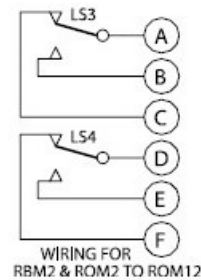

Figura 6: LS3/LS4 en el esquema eléctrico
- .....el contacto para LS4 está cerrado (tensión 24VDC en el Terminal E, véase Figura 6)
- .....el contacto para LS3 está cerrado (tensión 24VDC en el Terminal B, véase Figura 6)